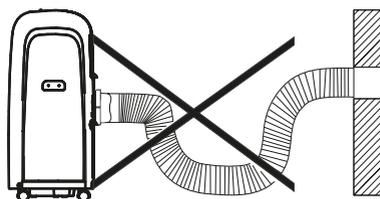

Рис. 8
2. Установить кондиционер рядом с окном. Отрегулируйте длину шланга, чтобы добраться до окна. При установке вытяжного шланга убедитесь, что шланг не пережат и не перетянут (Рис. 8).